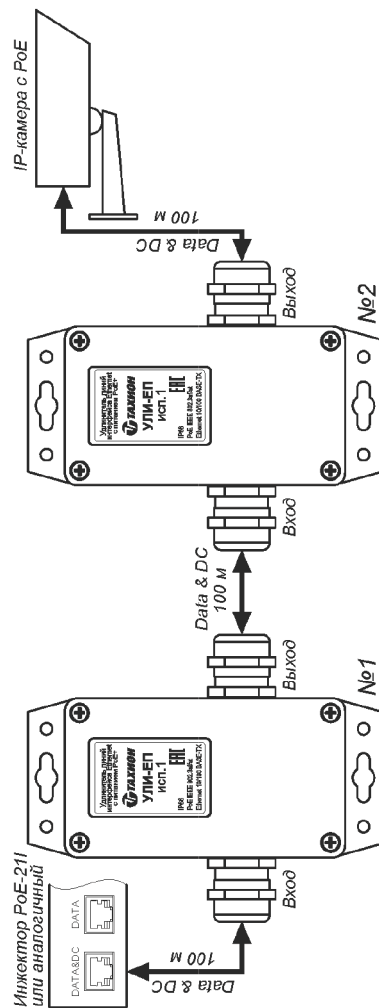

Рис.4 Пример удлинения сегмента сети Ethernet с питанием PoE
3. Соедините «Выходной» кабель удлинителя УЛИ-ЕП исп.1 с разъемом «PoE» питаемого устройства или с разъемом RJ45 «Вход» последующего УЛИ-ЕП исп.1 в цепочке удлинителей (см. рис.4).
5. Соедините разъем «Data» инжектора PoE 4-х парным кабелем UTP с портом компьютера (см. рис.4).
4. Возможно увеличение расстояния линии связи для передачи данных по сети Ethernet и питания по технологии PoE до 300 или 400 метров при подключении 2 или 3 изделий, соответственно (см. рис.4).